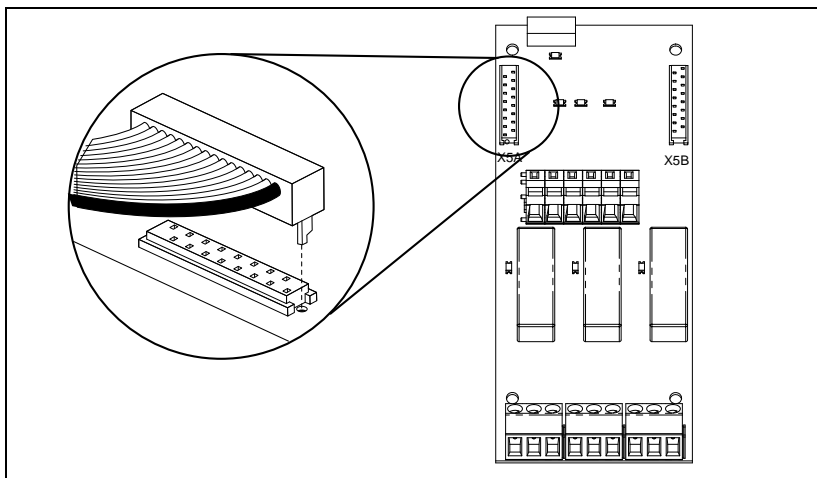

Abb. 18 Schließen Sie das Flachbandkabel an den X5A-Stecker auf der Optionskarte an.
1. Schließen Sie das 16-polige Flachkabel (32 mm) an den X5A-Stecker der Optionskarte an, wie in Abb. 18.